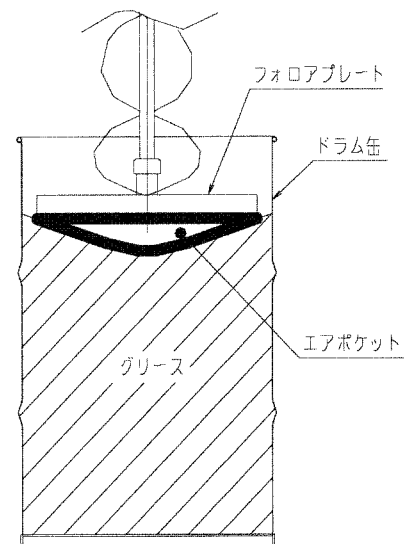

fig.3
2. ドラム缶中央部のグリースが谷状になりますと、エアポケットができ、エアが解消できない為にエア噛みを起こす要因になります。（fig. 3）